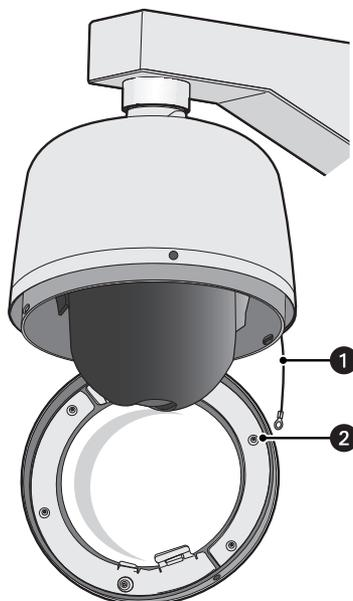

Figura 19. Conexión del cabo al domo inferior de acero inoxidable
1. Conecte el cabo de la caja posterior al domo inferior mediante el tornillo de retención más cercano (consulte la Figura 19).